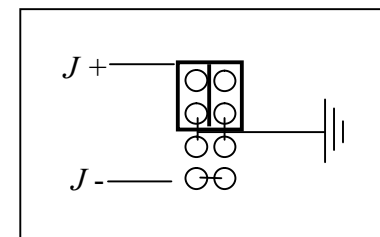

Рис. 6 Заземление плюсовой клеммы
- 12.4 Для заземления источника по плюсовой клемме – переместите перемычку так, как показано на рис. 6.